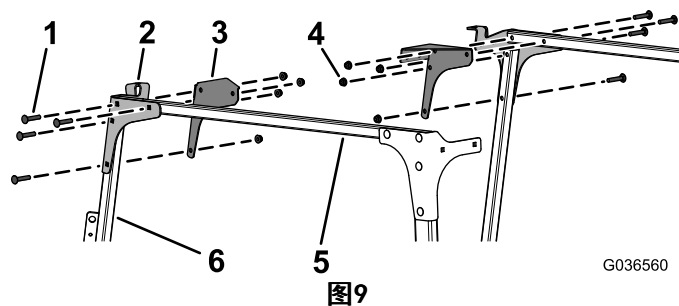

图9
8. 如图9所示, 用 8 个托架螺栓 (5/16 x 1-3/4 英寸) 和 8 个凸缘螺母 (5/16 英寸) 将左、右前安装板和角撑板松松地安装到交联管和左、右风挡支撑上。